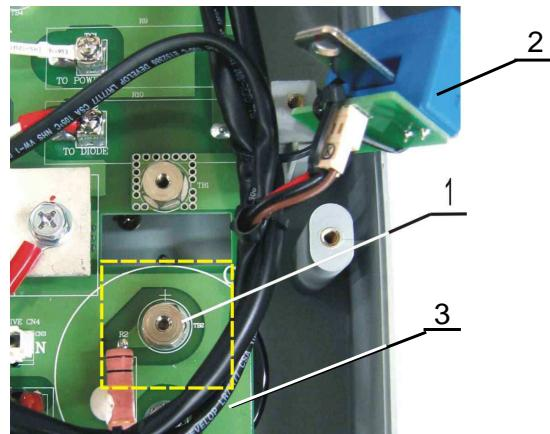

Рис. 7.17
7.9.8. Взять резьбовую втулку 1, прикрутить ее к ёмкостной плате и выводу «+» конденсатора (рис.7.17)